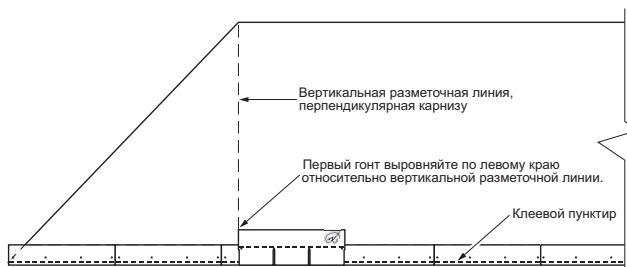

Рисунок 2. Установка первого гонта первого ряда кровли.
1. Установите первый кровельный гонт, выравнивая его по левому краю относительно вертикальной разметочной линии. (Рисунок 2).
его по левому краю относительно вертикальной разметочной линии. (Рисунок 2).